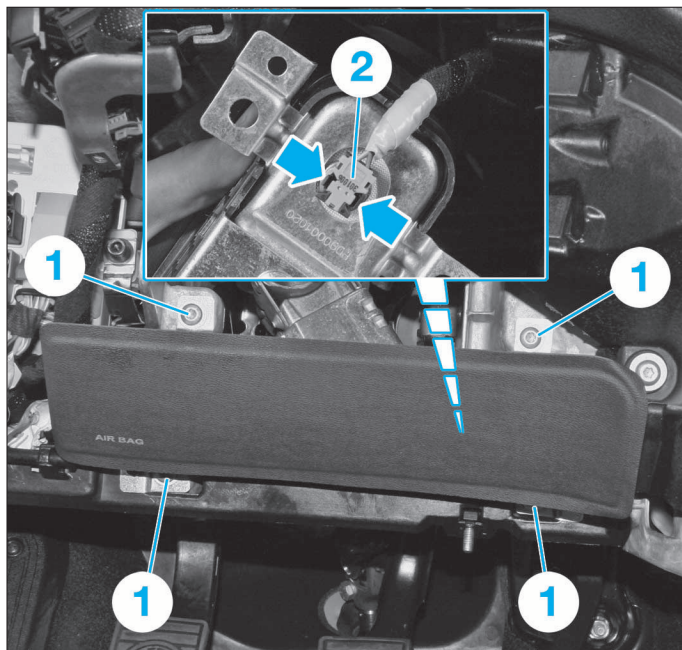

FIG. 7
- Déposer les 4 vis (1) (Fig.7).
- Extraire partiellement l'airbag genoux conducteur afin de débrancher le connecteur (2) ; pour cela, appuyer sur les languettes (flèches) puis extraire le connecteur.